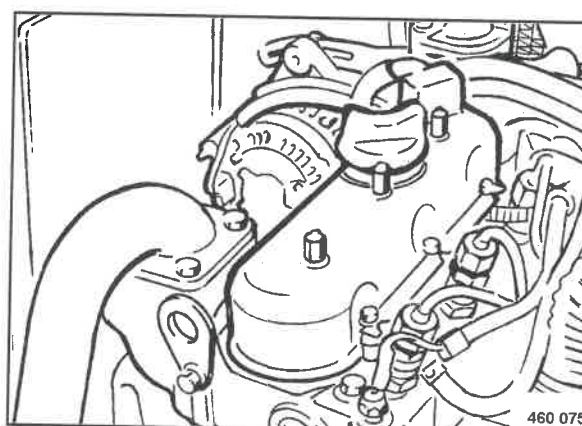

Fig. 126
- Smontare il coperchio testa cilindri (Fig. 126).